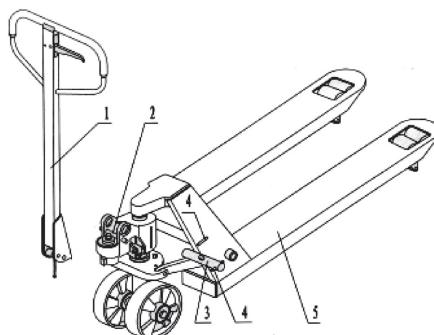

Fig. 1
- Pressa ner handtagsenheten (110B) tag bort sprinten (#2) (se fig. 1).
- Sätt manövreringshandtaget (117) i "RAISE" läge, höj därefter pendelarmen (319) med sprinten (#2) och sätt i justeringsbulten (103) i pendelarmens främsta skåra, observera att justeringsmuttern (104) skall vara på undersidan av pendelarmen.
- Använd hammare för att slå i ytterligare en elastisk sprint (106) i handtagssprinten (105). Nu är handtaget monterat på pumpenheten.